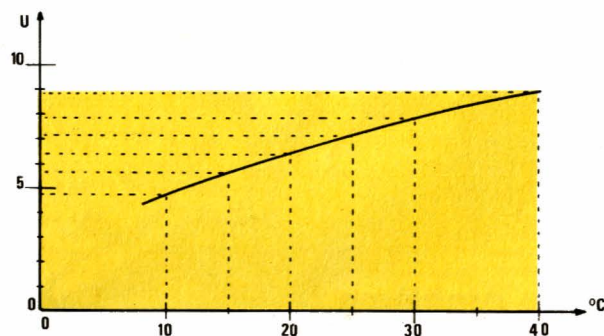

Figure 4
On peut facilement transformer les variations de résistance en variation de tension, grâce au diviseur de la figure 3 où R_1 est montée en série avec la thermistance R . Pour la thermistance déjà citée précédemment, en choisissant $R_1 = 6,8\,\text{k}\Omega$ et $E = 12\,\text{volts}$, nous avons relevé les variations de la tension U en fonction de la température. Les résultats sont consignés dans le diagramme de la figure 4.
Réalisons, toujours avec un transistor NPN, le montage de la figure 4, où l'émetteur reste « en l'air ». La jonction collecteur-base (CB) se trouve polarisée en inverse par la source continue E : elle est donc bloquée. Il y circule cependant un faible courant inverse, pratiquement indépendant de E , et dont l'étude de la diode nous a appris qu'il était dû aux porteurs minoritaires créés par agitation thermique.